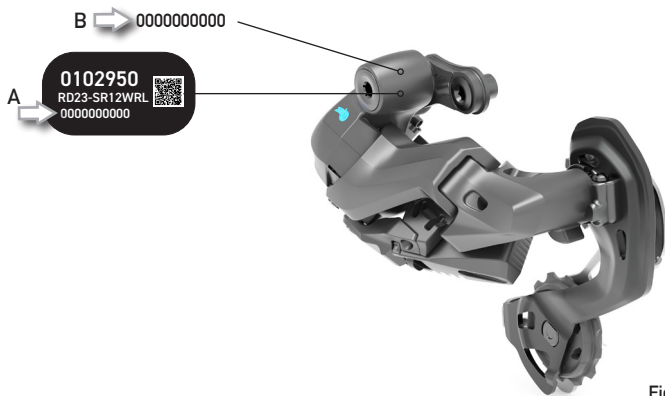

Fig.12
- inserite il numero seriale del cambio riportato sull'etichetta rimovibile (Fig. 11), oppure sull'etichetta nera (A - Fig.12) presente sulla parte frontale dell'attacco cambio oppure leggibile direttamente sul cambio (B - Fig.12), quest'ultima possibilità solo a partire da Agosto 2023.